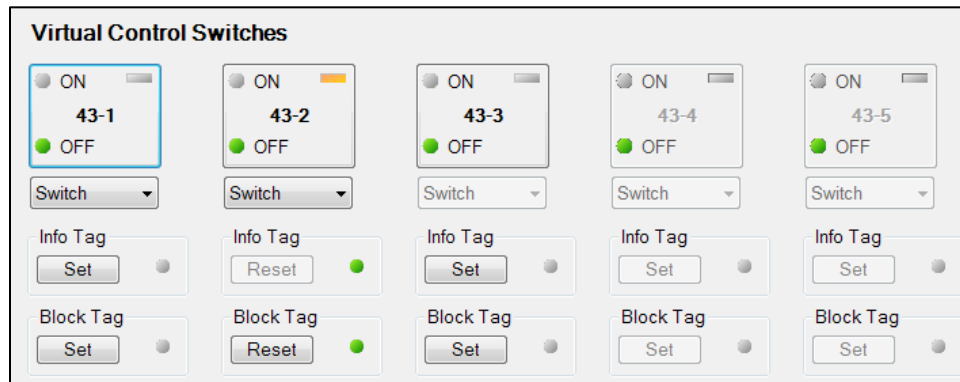

Figure 85-2. Écran Commutateurs de contrôle virtuels de BESTCOMSPiUs
Étape 3 : Les étapes 4 à 6 permettent d'amorcer la minuterie 62-1 en activant (ON) l'état du commutateur 43-1 (logique 1). Une fois amorcée, la minuterie 62-1 impose une sortie en fonction du paramètre de temporisation d'enclenchement de 400 ms.
Étape 4 : Utilisez l'Explorateur des mesures de BESTCOMSPi^{us} pour ouvrir l'arborescence Contrôle, Commutateurs virtuels (Figure 85-2). Grâce à la fonction Sélection avant opération (select-before-operate), procédez comme suit pour contrôler un commutateur virtuel.
Étape 3 : Utilisez l'Explorateur des mesures de BESTCOMSP*Plus* pour ouvrir l'arborescence Contrôle, Commutateurs virtuels (Figure 85-2). Grâce à la fonction Sélection avant opération (select-before-operate), procédez comme suit pour contrôler un commutateur virtuel.